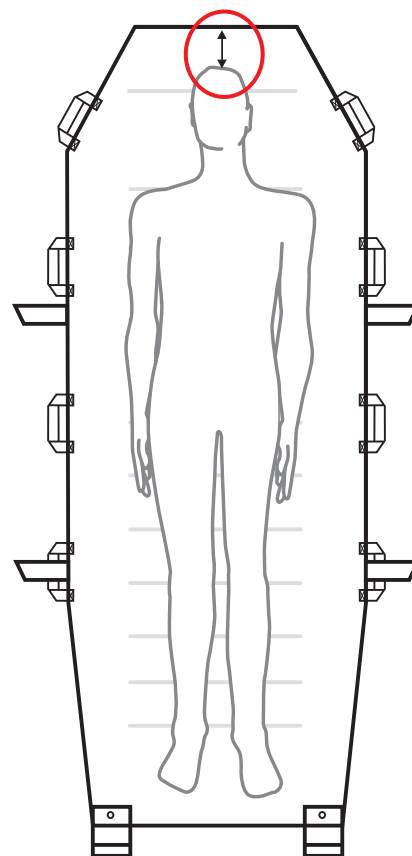

Fig. 7
- La cabeza del paciente debe colocarse a aproximadamente 150 mm (6 in) de la parte superior del colchón *Maxi Air*. Asegúrese de que el paciente descanse cómodamente en la almohada durante la transferencia (consulte la "Fig. 7").